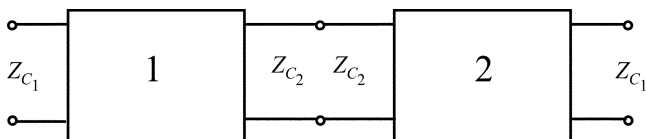

Рис. 5.5
- составьте схему сложного симметричного четырехполюсника (рис. 5.5) из двух одинаковых четырехполюсников, первым в соединении поставьте четырехполюсник своего варианта из задачи 5.1;